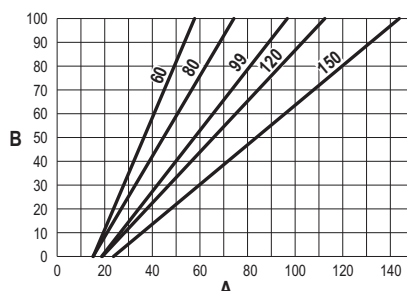

fig. 77
- Pulse las **teclas contextuales 1 y 2** para aumentar o disminuir la capacidad térmica (mínima = 00 - máxima = 100). Vea el diagrama "Regulación de la capacidad térmica" (fig. 77).